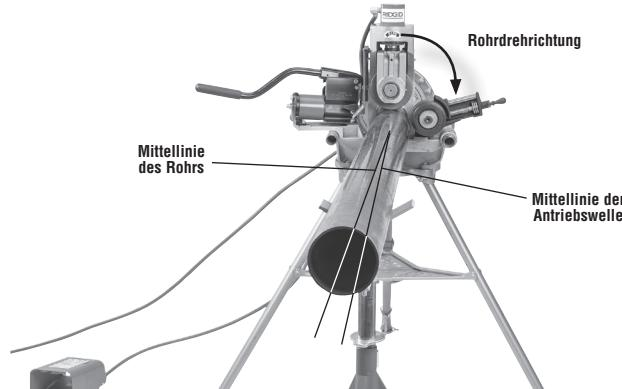

Abbildung 2 - Versetzen des Rohrs um 1/2° in Richtung Bediener, (übertrieben)
2. Versetzen Sie das Rohr und die Rohrstände um ca. 1/2 Grad (ca. 1° bei 10 Fuß vom Rollnutgerät) in Richtung des Bedieners. Eine korrekte Ausrichtung des Rohrs und des Rollnutgeräts trägt dazu bei, dass das Rohr während des Nutens richtig geführt wird (siehe Abbildung 2). Dies ist der richtige Versatz für das Nuten mit der Maschine in der REV-Schalterstellung und funktioniert mit dem Stabilisator.